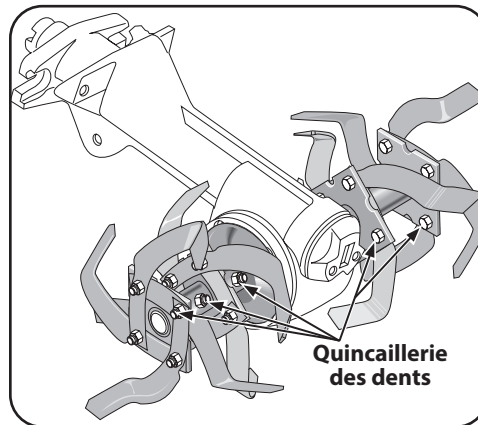

Figure 5-4
- Vérifiez les quatre boulons et écrous qui retiennent les supports de dents gauche et droit à l'arbre des dents. Voir Figure 5-4.